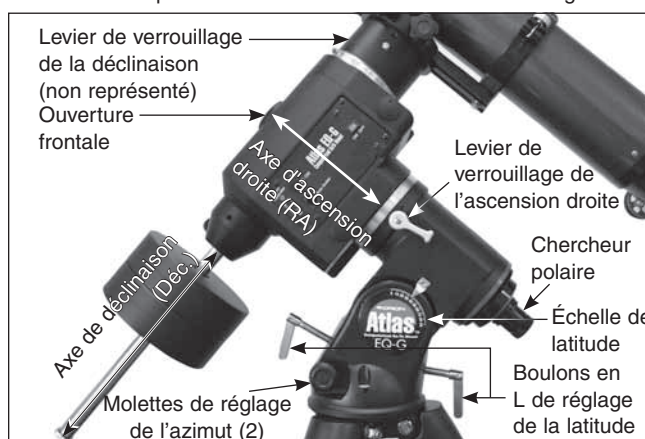

Figure 8. Les axes de RA et de Dec. de l'Atlas EQ-G et les pièces connexes.
1. En gardant une main sur le tube optique du télescope, desserrez le levier de verrouillage de l'ascension droite (consultez la **Figure 8**). Assurez-vous que le levier de verrouillage de la déclinaison soit serré pour l'instant. Le télescope devrait maintenant être en mesure de tourner librement autour de l'axe d'ascension droite (R.A.). Faites-le tourner jusqu'à ce que la barre de contreponds soit parallèle au sol (c'est-à-dire horizontale).
2. Il y a deux boulons en L de réglage de la latitude (voir **Figure 8**). Desserrez l'un d'entre eux tout en serrant l'autre. Cette opération vous permet de régler la latitude, ou l'angle d'altitude, de la monture. Continuez à ajuster la monture jusqu'à ce que le pointeur de l'échelle de latitude soit réglé sur la latitude de votre lieu d'observation. Si vous ne connaissez pas votre latitude, consultez un atlas géographique ou Internet. Par exemple, si votre latitude est de 35° nord, réglez le curseur sur 35. Il est inutile d'effectuer plusieurs fois le réglage de la latitude, sauf si
3. Desserrez le levier de verrouillage de déclinaison et tournez le tube optique du télescope jusqu'à ce qu'il soit parallèle à l'axe d'ascension droite, comme dans la **Figure 8**.